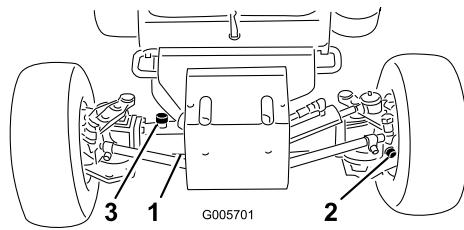

Bild 31
- Entfernen Sie die Prüfschrauben aus der Achse und stellen Sie sicher, dass der Schmierstoff die Unterseite aller Löcher erreicht. Wenn das Niveau niedrig ist, nehmen Sie die Füllschrauben ab und füllen Sie ausreichend Schmiermittel ein, um das Niveau auf die Unterkante der Prüfschraubenlöcher anzuheben (Bild 31).